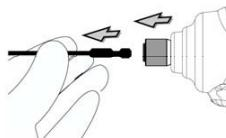

Fig. 2
2. Trek voor het verwijderen van bits dehouder in de richting van de pijl en trek het bit er stevig uit. (Fig 2).